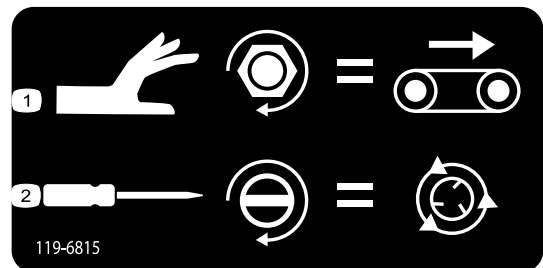

Figura 44
- Para ajustar a velocidade da passadeira (**Figura 44**), rode o manípulo no sentido dos ponteiros do relógio. Utilize a velocidade máxima de deslocação do sistema de operação de codificação por cores quando não tiver fluxo hidráulico. Esta definição é útil quando a tremonha estiver cheia de areia.
- Para ajustar a velocidade do rotor (**Figura 44**), utilize uma chave de fendas de cabeça chata para aumentar a velocidade do rotor rodando o parafuso no sentido dos ponteiros do relógio ou diminua a velocidade do rotor rodando o parafuso no sentido contrário ao dos ponteiros do relógio.